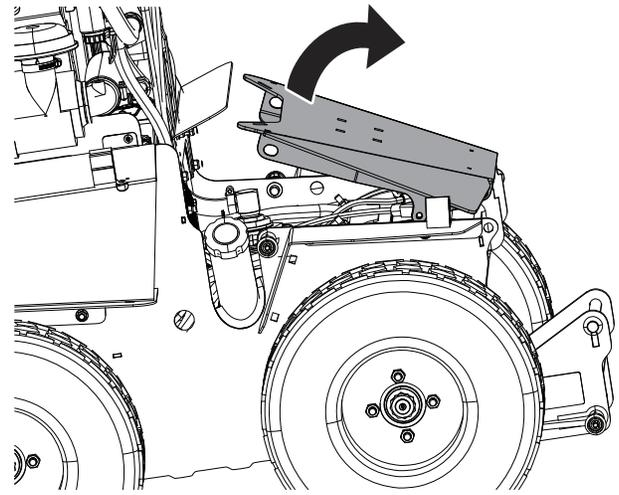
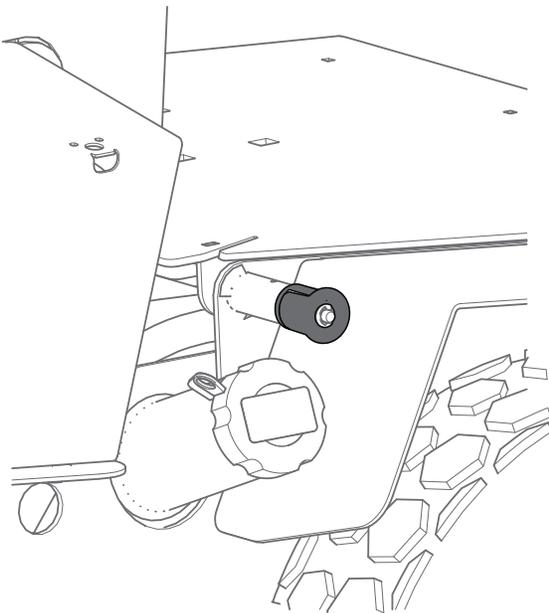

Figure 21
Figure 20
2. Retirez les goupilles rapides pour ouvrir le couvercle de la batterie (Figure 20 et Figure 21).